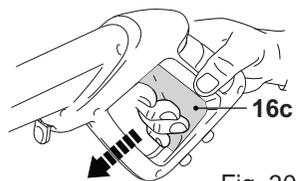

Fig. 30
1. Relâchez la gâchette (16c) (Fig. 30).